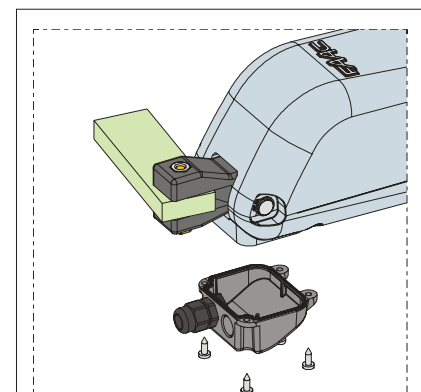

Fig. 15
- 4) Cierre la tapa con los cuatro tornillos suministrados en dotación, Fig.15.